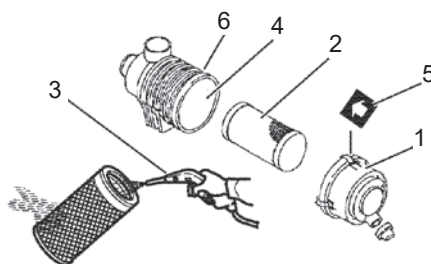

Рис.49
1. Разблокируйте и снимите крышку воздушного фильтра. (1, Рис. 49).
3. Продуйте элемент воздухом (3, Рис. 49) изнутри наружу, используя сжатый воздух плотностью 42–71 фунт/кв.дюйм (0,29–0,49 МПа, 3,0–5,0 кгс/см²), чтобы удалить частицы. Используйте минимально возможное давление воздуха, чтобы удалить пыль, не повредив элемент.
7. Установите элемент обратно в корпус воздушного фильтра (4, Рис. 49).
8. Установите крышку воздушного фильтра на место, убедившись, что стрелка (5, Рис. 49) на крышке совпадает со стрелкой на корпусе (6, Рис. 49).
Заменяйте элемент воздушного фильтра (2, Рис. 49) каждые 500 часов, даже если он не поврежден и не загрязнен.
При замене элемента очистите внутреннюю часть корпуса воздушного фильтра (4, Рис. 49).